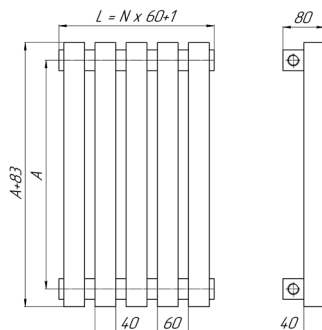

Рис. 1 «STOUT TUBE QV40». А – межцентровый (монтажный) размер, N – количество секций
3.1. Основные размеры и параметры радиаторов приведены на рис.1 и в таблице.